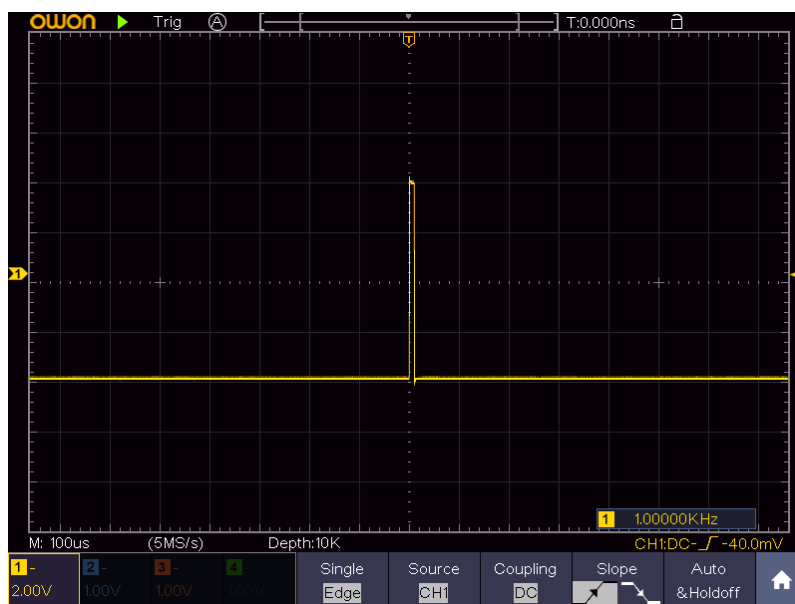

Рисунок 7-3. Захват одиночного сигнала
- (3) Нажмите  для вызова панели меню, затем Acquire, чтобы
- (4) Выберите Acqui Mode в нижнем меню, Peak Detect в правом; (пиковое детектирование).
- (5) Нажмите  для вызова панели меню, затем Trig Menu: откроется меню запуска.
- (6) Выберите первый пункт нижнего меню, Single в правом, (пиковое детектирование).
- (7) Выберите Edge в левом меню.
- (8) Выберите Source внизу, CH1 справа.
- (9) Выберите Coupling внизу, DC справа.
- (10) В нижнем меню задайте Slope =  (нарастающий).
- (11) Верхней ручкой установите уровень запуска примерно на 50% измеряемого сигнала.
- (12) Проверьте состояние запуска вверху экрана. Если нет сообщения Ready, нажмите Run/Stop для начала сбора данных и дождитесь запуска. Когда сигнал достигнет заданного уровня, осциллограф выполнит один сбор и отобразит его результат. Так легко захватить случайный импульс. Например, для поиска выброса большой амплитуды задайте уровень запуска немного выше среднего уровня сигнала, нажмите Run/Stop и ждите. При появлении выброса прибор автоматически запустится и запишет сигнал до и после момента запуска. Если HOR светится, вращением верхней ручки передней панели можно изменить горизонтальное положение запуска и получить отрицательную задержку, чтобы рассмотреть сигнал до появления выброса (см. рисунок 7-3).